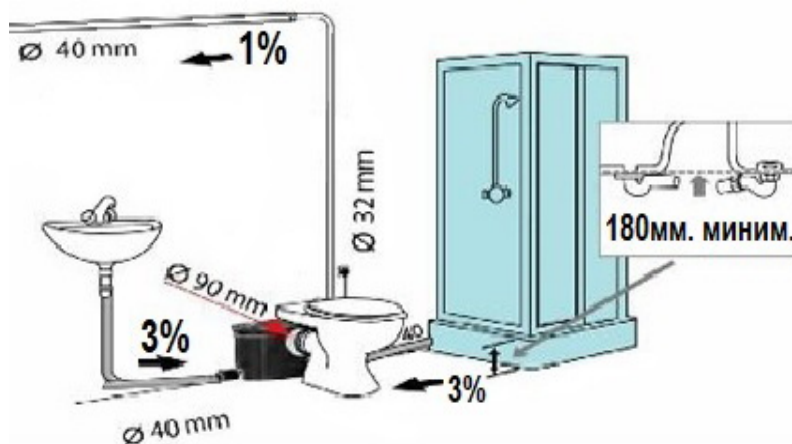

Рисунок 2
- При подключении выходного трубопровода, обращайтесь внимание, чтобы предельные значения указанные на рис. 2 по высоте и горизонтали не превышались.